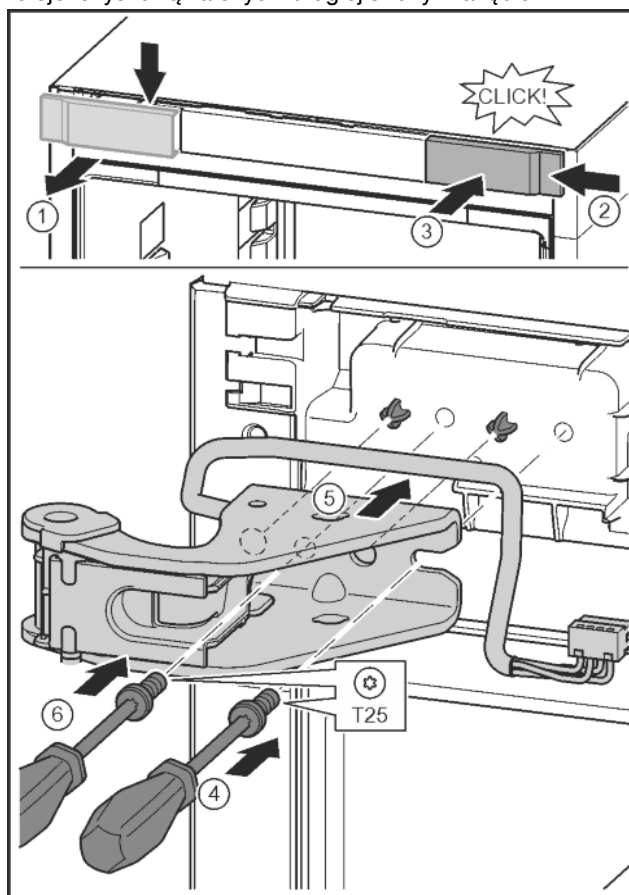

Fig. 31
- ▶ Poluzować osłonę i zdjąć w bok. Fig. 31 (1)
- ▶ Osłonę obrócić o 180° założyć z drugiej strony od prawej. Fig. 31 (2)
- ▶ Zazębnić osłonę. Fig. 31 (3)
- ▶ Śrubę założyć przy pomocy śrubokręta T25. Fig. 31 (4)
- ▶ Założyć górną płytkę zawiasu. Fig. 31 (5)
- ▶ Dokręcić śrubę. Fig. 31 (4)
- ▶ Śrubę założyć przy pomocy śrubokręta T25 i mocno dokręcić. Fig. 31 (6)